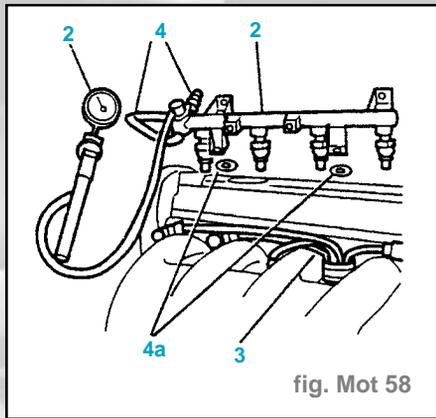

fig. Mot 58
- Faire chuter la pression dans la rampe d'alimentation des injecteurs (2), en utilisant la pompe [2] (fig. Mot. 58).
- Débrider et débrancher le faisceau d'alimentation des injecteurs (3)
- Écarter la rampe d'alimentation des injecteurs (2) sans débrancher les raccords carburant (4) (en récupérant les rondelles d'appui (4a)).